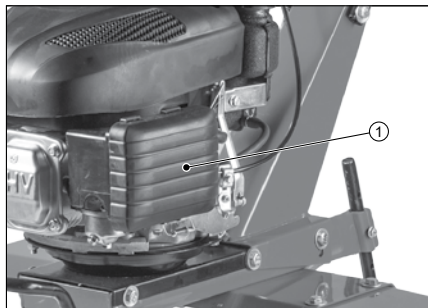

Рис. 12
1. Откройте крышку воздушного фильтра 1 (рис. 12).